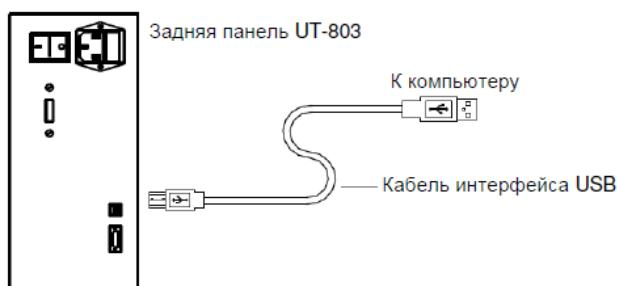

Рисунок 15
A. Подключение мультиметра к компьютеру (см. рисунок 15)